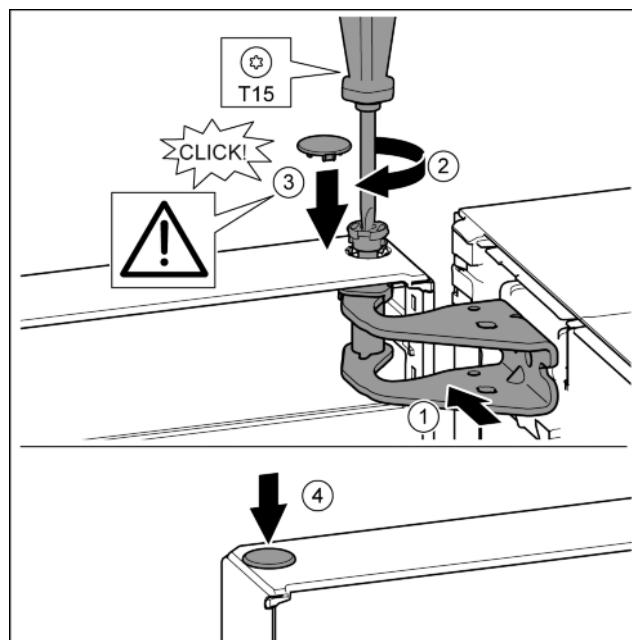

Fig. 21
- Dveře nahore vyrovnejte s otvorem ve stojanu ložiska. Fig. 21 (1)
- Vložte čep a pevně jej utáhněte šroubovákem T15. Fig. 21 (2)
- K zajištění dveří namontujte bezpečnostní kryt: Bezpečnostní kryt nasaděte a zkонтrolujte, zda přiléhá na dveře. V opačném případě čep zcela zasuňte. Fig. 21 (3)
- Vložte zátku. Fig. 21 (4)